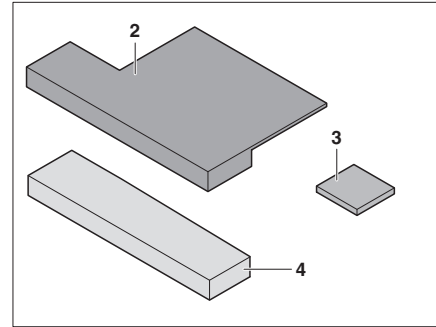

Bild 190 Zusatzpolster
- Falls vorhanden, Sitzkeil (Bild 190,3) an Zusatzpolster (Bild 190,2) anbringen (mit Klettverschluss).